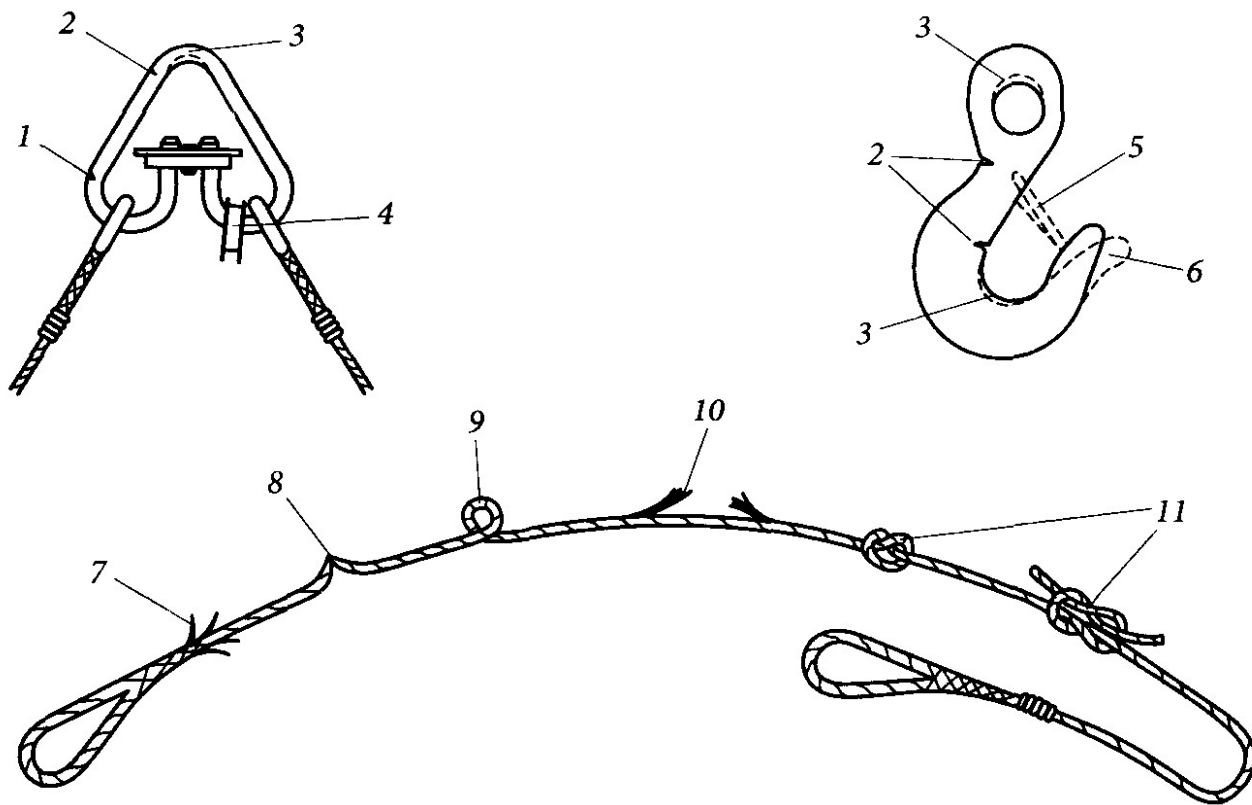

Рис. 3.18. Признаки браковки стропов:
- обрыв 10 пряди каната (рис. 3.18);